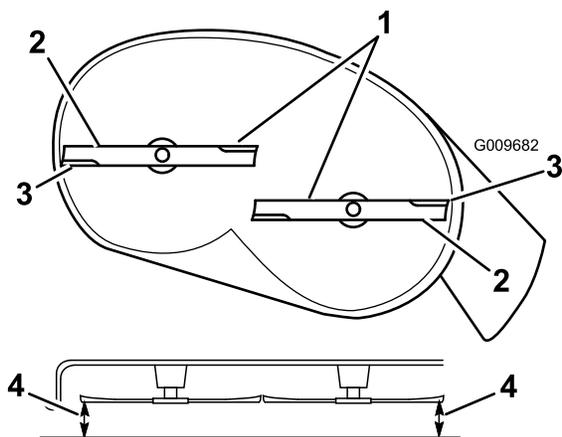
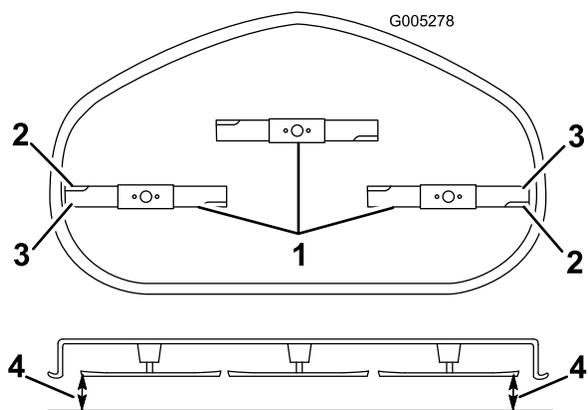

Figura 60
Figura 61
- Gire cuidadosamente las cuchillas hasta que estén todas orientadas lateralmente (Figura 60 y Figura 61).
5. Mida entre los bordes de corte exteriores y la superficie plana (Figura 60 y Figura 61).